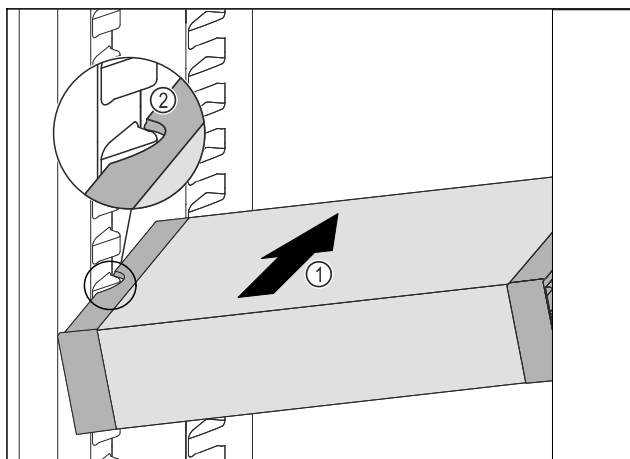

Fig. 54
- ▶ VarioSafe zasúvajte šikmo do chladničky Fig. 54 (1), dokým sa bočné vybrania Fig. 54 (2) VarioSafe nebudú nachádzať vo výške rebra nádoby v chladničke.